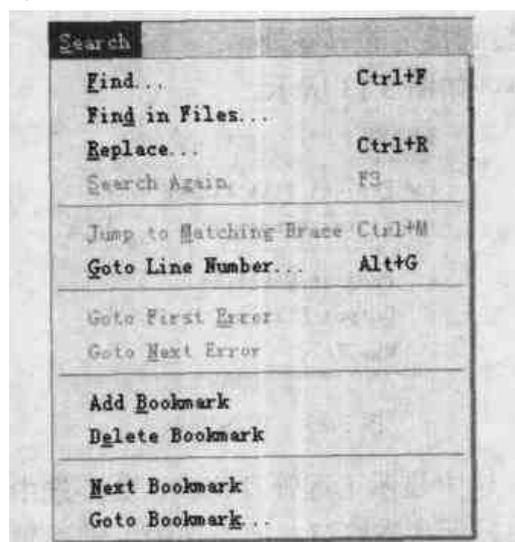

图 3.12 查找菜单
4. **Search menu 查找菜单**，如图 3.12 所示。